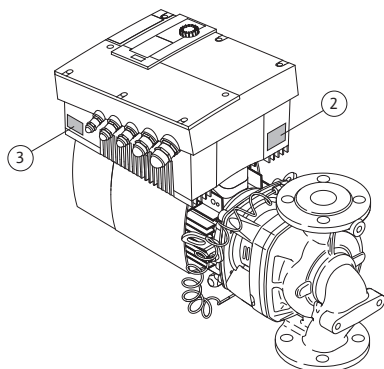

Fig. 12: Plaatsing van de typeplaatjes:
- Het typeplaatje van de aandrijving bevindt zich op de elektronica-module aan de kant van de kabeldoorvoeringen (Fig. 12, pos. 3). De elektrische aansluiting moet worden gedimensioneerd in overeenstemming met de gegevens op het typeplaatje van de aandrijving.